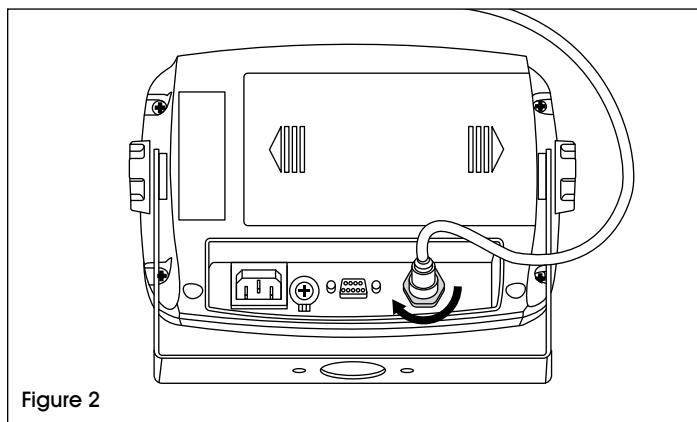

Figure 2
1. Branchez le connecteur de la base sur le connecteur de la cellule de charge externe à l'arrière. (Voir Figure 2)
2. Tournez l'anneau de verrouillage du connecteur de la base pour le fixer. (Voir Figure 2)